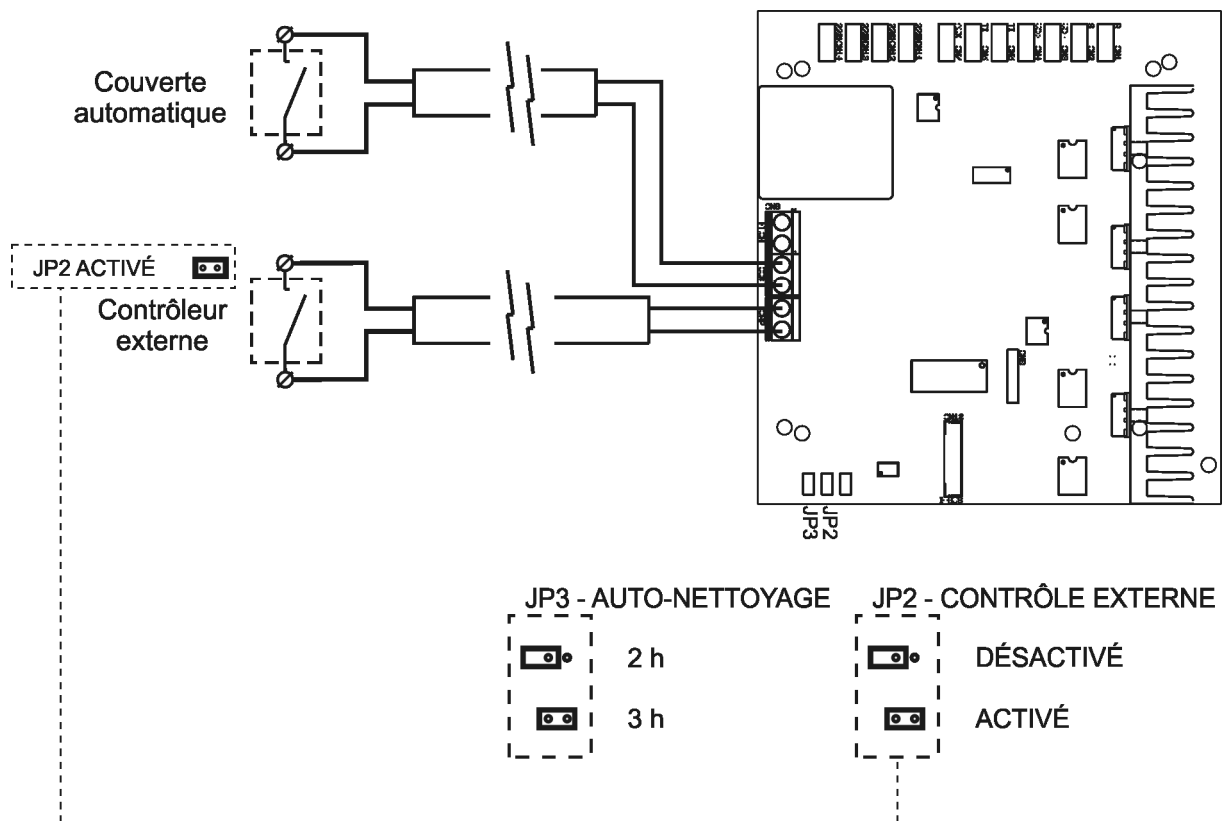

Fig. 16
- **Système d'AUTONETTOYAGE DES ÉLECTRODES** : les leds [5] indiquent l'état de polarisation des électrodes (directe/inverse). La fréquence d'inversion peut être sélectionnée au moyen du jumper « **JP3** » situé dans la carte de contrôle du système (Fig. 16). Cette configuration sera effective quand l'on déconnecte et reconnecte la source d'alimentation.